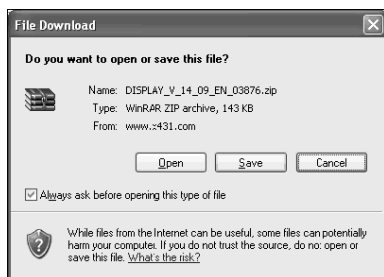

Abb. 3-18
7. Nach dem Klicken auf 'Down' wird das Fenster des Dateidownloads angezeigt (siehe Abb. 3-18). Klicken Sie auf Speichern.